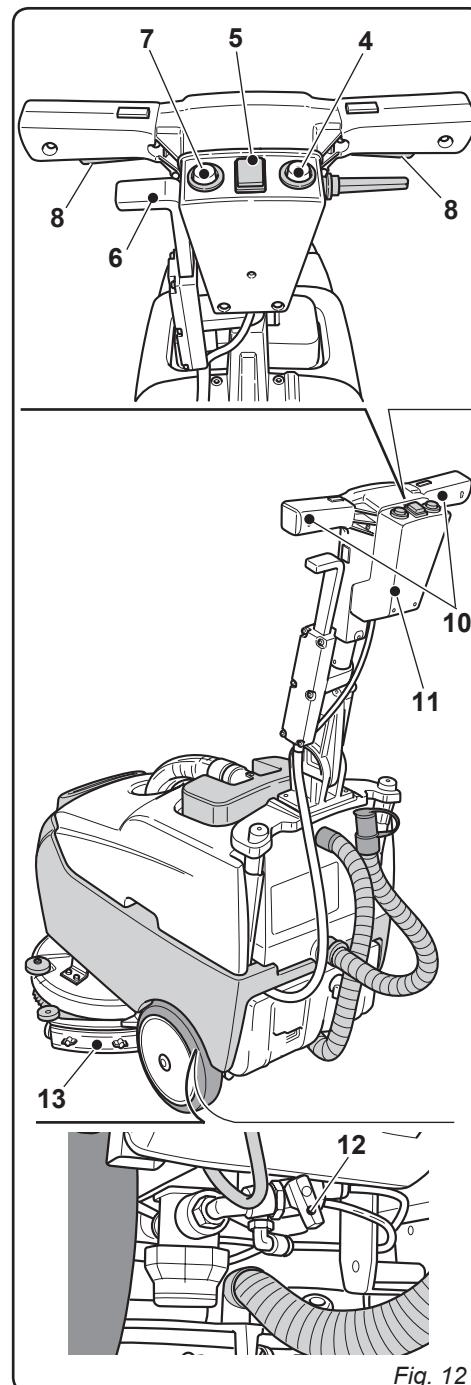

Fig. 12
9.1.e - Alarmas durante el funcionamiento (Fig. 12/a)
- Durante el funcionamiento de la máquina pueden entrar las alarmas que se muestran en el indicador LED parpadea (1):